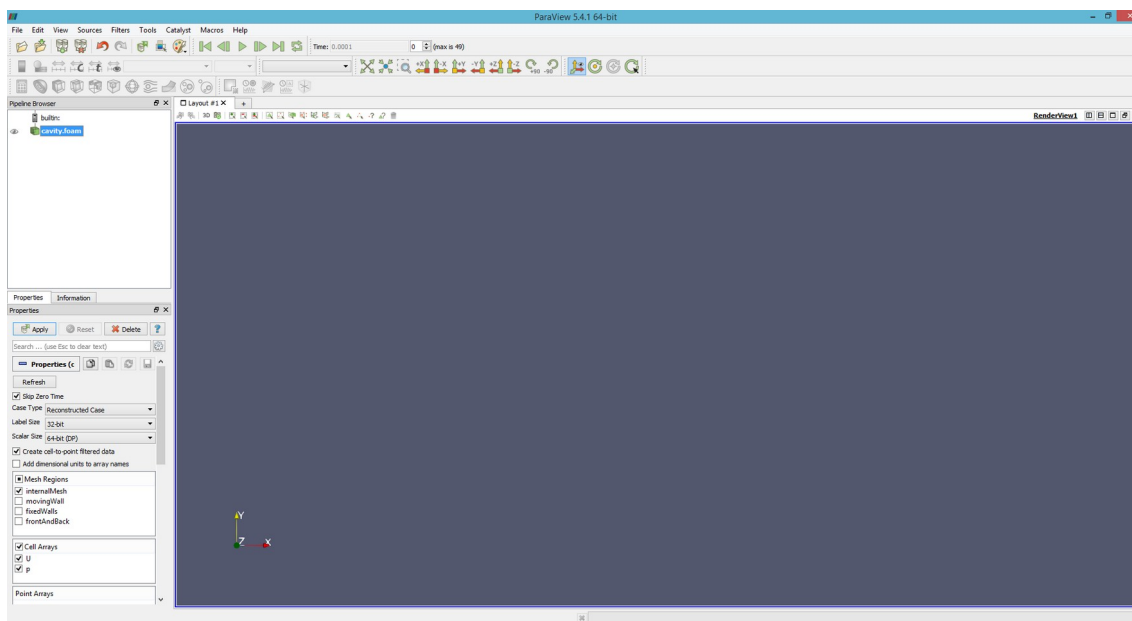

Рис. 20. Окно ParaView.
4. Введите `paraFoam` – запустится программа ParaView, используемая для визуализации решений (рис. 20). Если окно
Перейдите к работе с ParaView (рис. 20).